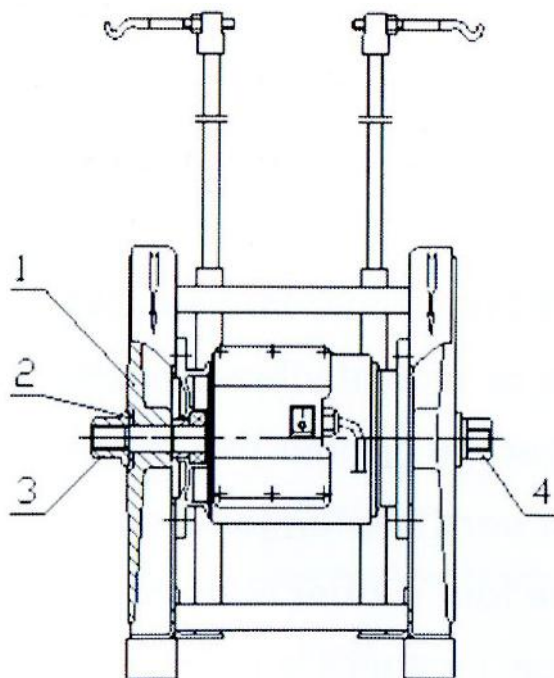

Рис. 1. Схема точильного аппарата ТА-2. 1. Точильный диск. 2. Шайба.
- Убедитесь, что гайки, которые держат точильные диски, плотно затянуты (рис. 1).
- Открутите дисковые гайки, используя специальный ключ. Для этого поверните гайку на левой стороне по часовой стрелке, а гайку на правой стороне против (рис. 1).